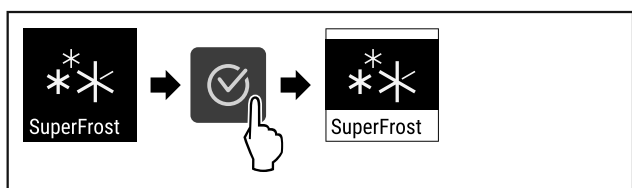

Fig. 64
- ▶ Hajtsa végre a művelet lépéseit (lásd Fig. 64).